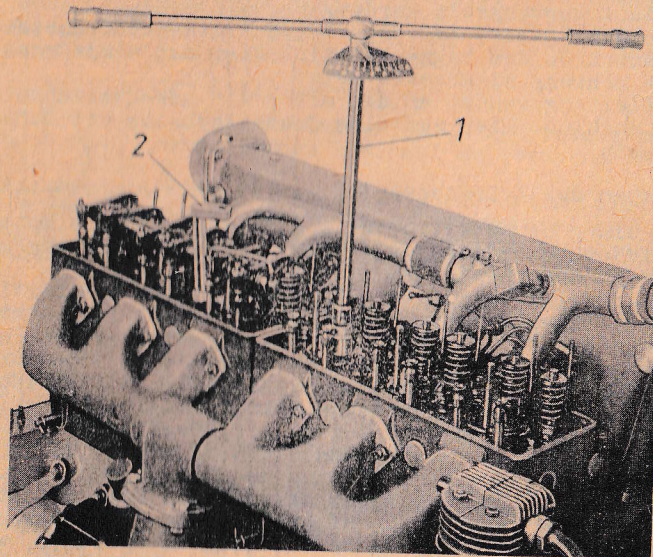

Abb. 31 - Anziehen der Muttern zur Befestigung des Zylinderkopfes
Da sich die neue Zylinderkopfdichtung noch stark setzt, muß der Dieselmotor nach der Montage einer neuen Zylinderkopfdichtung ca. 1 Stunde mit geringer Last gefahren werden. Danach werden die Muttern für die Zylinderkopfbefestigung nachgezogen, wobei die Kühlwassertemperatur nicht über 50°C liegen darf. Nach 50 Betriebsstunden, später nach jeweils 600 Betriebsstunden, sind die Muttern für die Zylinderkopfbefestigung bei kaltem Dieselmotor nachzuziehen. Zum Nachziehen der Muttern müssen die Kipphebelböcke und die Einspritzdüsen entfernt werden, wenn der in Abb. 31 gezeigte Spezialschlüssel nicht vorhanden ist. Danach muß das Ventilspiel neu eingestellt werden (Abschn. 7.8.)
2. Eine exakte Einstellung des Ventilspiels ist nur möglich, wenn sich der Kolben des Zylinders, bei dem das Ventil eingestellt werden soll, im Arbeits-Totpunkt befindet. Man findet diesen Arbeits-Totpunkt, wenn man den Pleuellager von Hand in Drehrichtung des Dieselmotors durchdreht, die Ventile des Zylinders beobachtet, bei dem das Ventil eingestellt werden soll. Tritt die sogenannte Ventilöffnung ein (das Auslassventil schließt, jedoch öffnet das Einlassventil schon, bevor das Auslassventil geschlossen ist), kennzeichnet man sich diese Stellung der Pleuellager mit der Keilriemenscheibe oder auf dem Schwungrad (beim Dieselmotor 3 VD 14,5/12-1 SRW ist der obere Totpunkt des Pleuellagers markiert). Außerdem sind für diese Zylinder Grad-Markierungen zum Einstellen des Förderbereiches der Einspritzpumpe auf dem Schwungrad eingeschlagen (Abb. 31). Der Kolben dieses Zylinders befindet sich jetzt im Pleuellagerwechsel-Totpunkt.